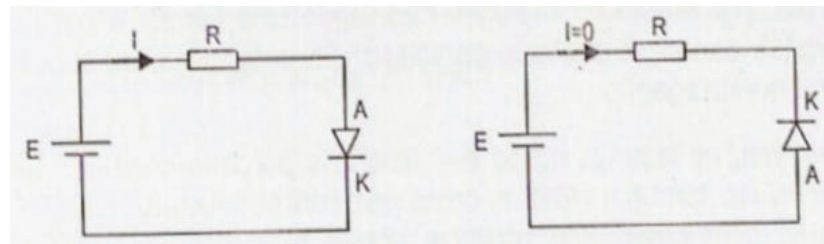

Figura 32 - Polarização direta e reversa do diodo
O lado P da junção PN é conhecido como anodo (A) do diodo e o lado N como catodo (K). Em polarização, o diodo apresenta as mesmas características já estudadas, ou seja, quando polarizado diretamente, conduz uma corrente de ânodo para o catodo, e quando polarizado reversamente, não conduz corrente. A figura 32 mostra as polarizações direta e reversa de um diodo, em que a corrente é limitada por um resistor.
A curva característica de um diodo $I = f(V)$, vista na figura 32, mostra que, em polarização direta, só haverá condução de corrente depois de vencida a barreira de potencial. A partir daí, a corrente aumenta de valor, enquanto a tensão permanece praticamente constante (V_a).